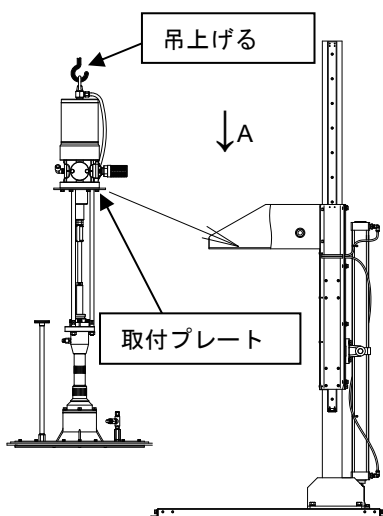
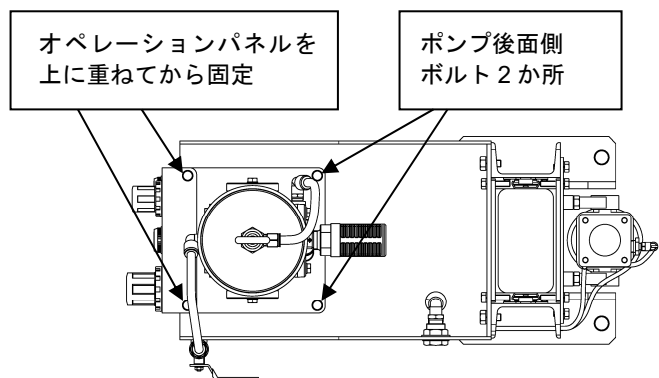

Fig.6 リフトへのポンプ取付け
Fig.7 左記 Fig.6 の A 矢視図
ポンプ上部のアイナットを利用してポンプ（インダクタープレートも一緒に）を吊上げて、リフトのポンプブラケットにポンプの取付プレート部を乗せてください。取付プレート部の穴とポンプブラケットのネジ穴を合わせて、ポンプ後面側の 2 か所のみボルト（波形バネ座金使用）で仮締めしてください。(Fig.6、Fig.7)
③オペレーションパネルの取付け
取外していたオペレーションパネルを、②の取付プレートのポンプ正面側の 2 か所の穴に合わせて、ボルト（波形バネ座金使用）で固定し、前もって仮締めしていたポンプ後面側のボルトも本締めしてください。(Fig.7)
④オペレーションパネルから外していた各チューブを、配管系統図を参考に元の場所にそれぞれ接続してください。念のため、注意しながら各スイッチの制御内容通りにリフトが作動するかどうかの確認をしてください。